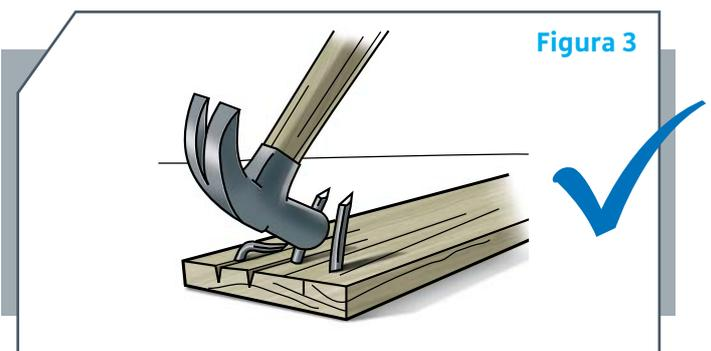

Figura 3
cualquiera de los tercios extremos de la luz libre de la viga (Figura 3 y 4); y los fierros superiores (acero negativo), en el centro de la viga, es decir, en el tercio central de la luz libre de la viga.
- Saca o aplasta los clavos que sobresalgan de las piezas de madera (Figura 3).
Muchas viviendas en nuestro país tienen alféizares de ventanas hechos de albañilería **que no están aislados** de la estructura principal (Figura 2), **o que sí lo están pero con juntas de muy poco espesor** (Figura 3).
2. Reducción de la altura efectiva del muro portante (“H” en la Figura 2). Como resultado, habrá una mayor absorción de fuerza sísmica y la columna o muro portante, se fracturará, al no poder resistir (Figura 3).